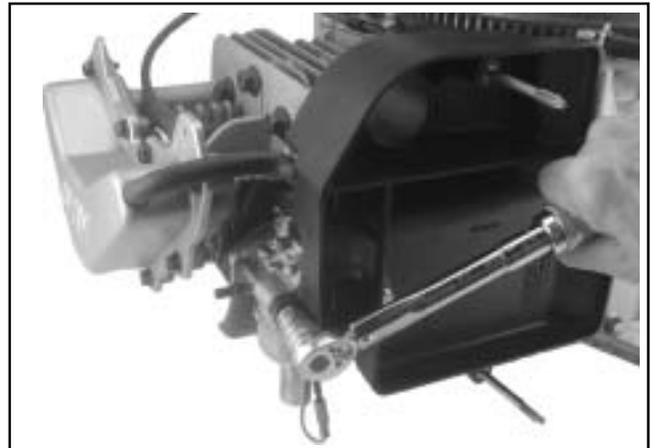

Figura 10-62. Serraggio dei dispositivi di fissaggio del filtro dell'aria.
- c. Serrare il(i) dado(i) a **5,5 N·m (48 in. lb.)**. Serrare la vite a **8,0 N·m (70 in. lb.)** in un foro nuovo oppure **5,5 N·m (48 in. lb.)** in un foro usato, **non** serrare eccessivamente. Vedere Figura 10-62. La vite M6 per la linguetta superiore verrà installata insieme al convogliatore dell'aria.